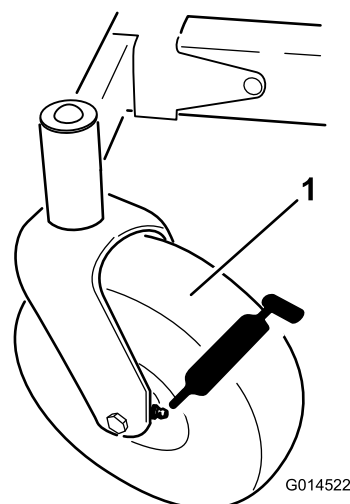
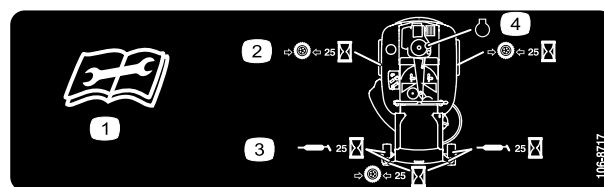

Figure 28
Figure 29
3. Nettoyez les graisseurs (Figure 28 et Figure 29) à l'aide d'un chiffon. Grattez la peinture qui pourrait se trouver sur les graisseurs.
4. Raccordez une pompe à graisse à chaque graisseur (Figure 28 et Figure 29). Injectez de la graisse dans les graisseurs jusqu'à ce qu'elle commence à sortir des roulements.